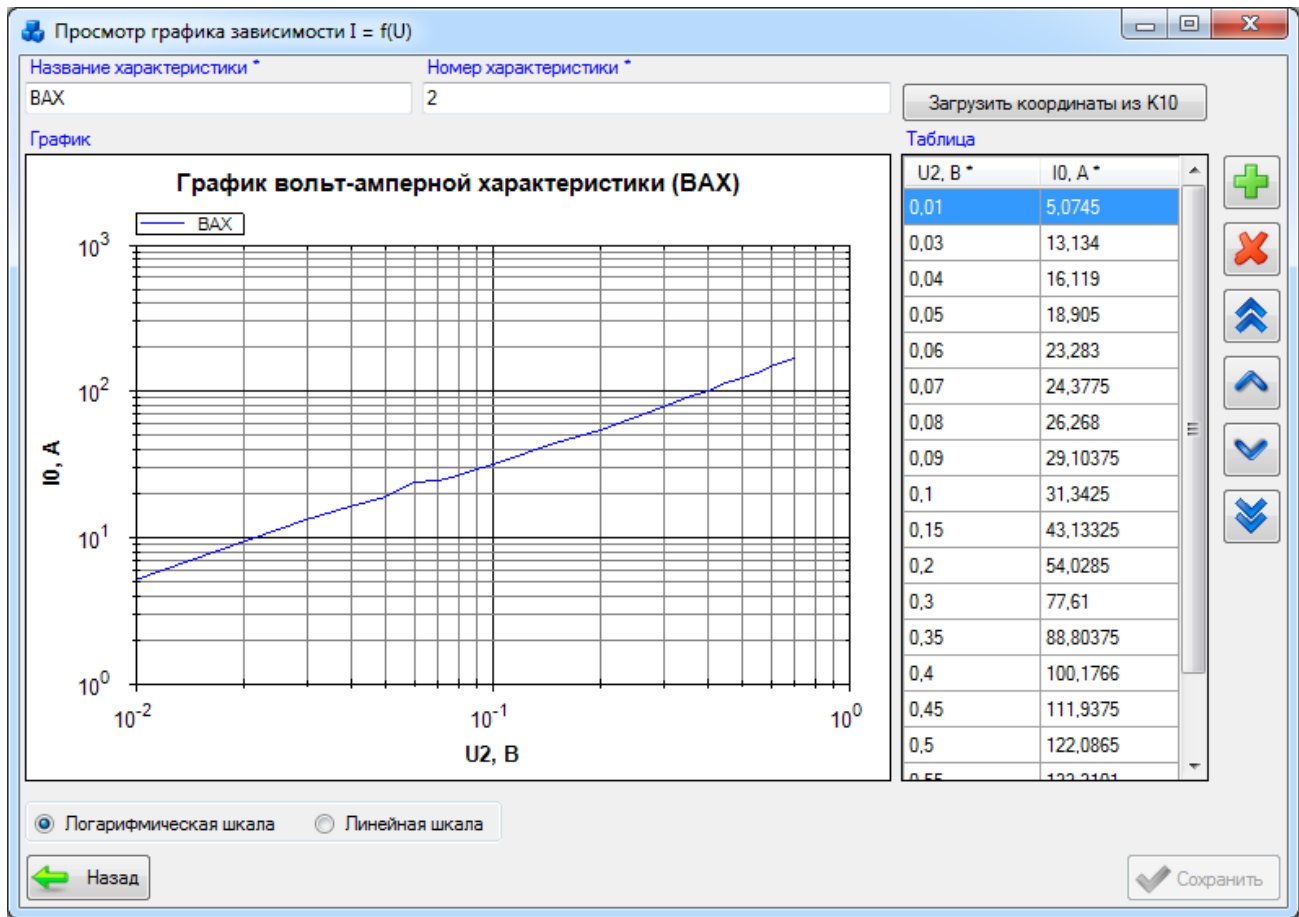

Рисунок 3.11.26
- «Просмотр ВАХ» (Рисунок 3.11.24) - просмотр графика ВАХ для выбранного ТТ (Рисунок 3.11.26).